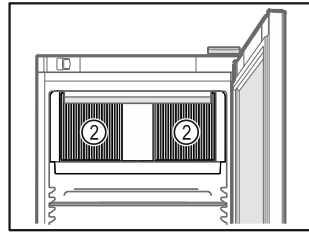

Fig. 50
- Дръжте вентилационните отвори Fig. 50 (2) на циркуляционния вентилатор във вътрешността свободни.